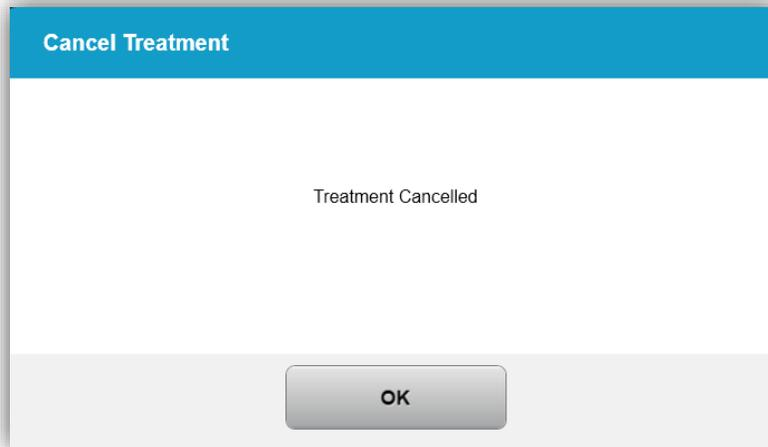

Figure 3-30. Confirmation Traitement annulé
- Si l'annulation du traitement a été confirmée, un message « Treatment Cancelled » apparaîtra sur l'écran, comme illustré à la figure 3-30.